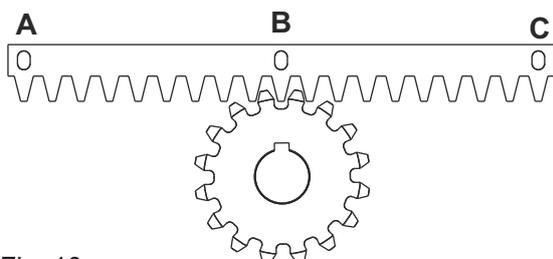
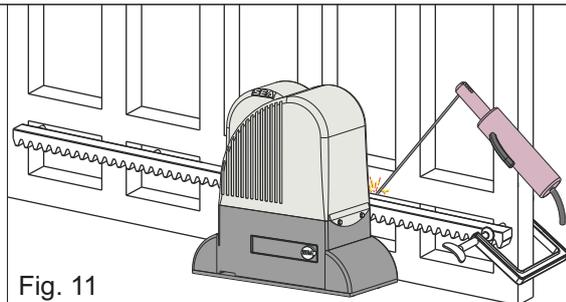

Fig. 10
Fig. 11
5.3. Placer l'élément de crémaillère sur le pignon denté de l'opérateur de façon qu'il soit parallèle à le guide de coulissement au sol; le positionner comme sur la Fig. 10 et souder électriquement le cliquet central **B** à la structure du portail - Fig. 11. Déplacer manuellement le portail jusqu'à ce que le cliquet **C** soit correspondant au pignon, donc le souder électriquement. Effectuer la même opération pour le cliquet **A** après l'avoir mis en correspondance avec le pignon;